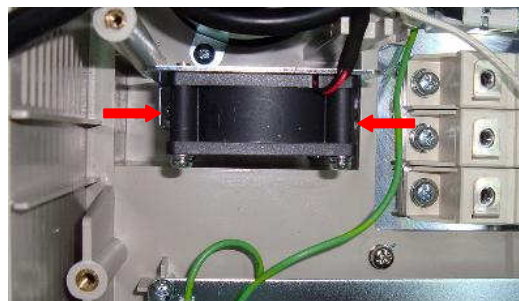

Рис.6.10
6.7.2. Выкрутить два винта крепления вентилятора (рис.6.10). Положить винты и вентилятор в тару.